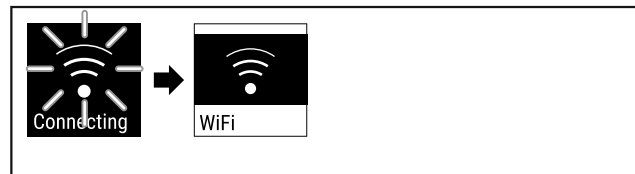

Fig. 85
- ▶ Anslutningen upprättas (se Fig. 85).